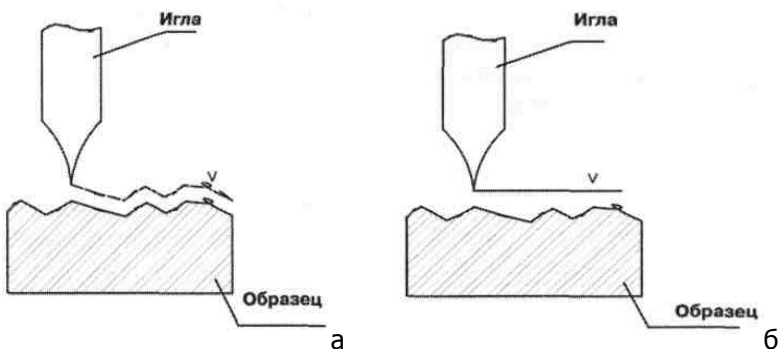

Рис. 6. Сканирование в режиме постоянного тока (I -const) (а)
двигателем Z для поддержания постоянства тока) (рис.6, а).
- Метод постоянной высоты: фиксируется начальная высота зонда над поверхностью и отслеживаются изменения тока при сканировании в плоскости образца. Этот метод применим только к атомарно гладким поверхностям, когда высота рельефа меньше, чем величина туннельного зазора (рис. 6, б).